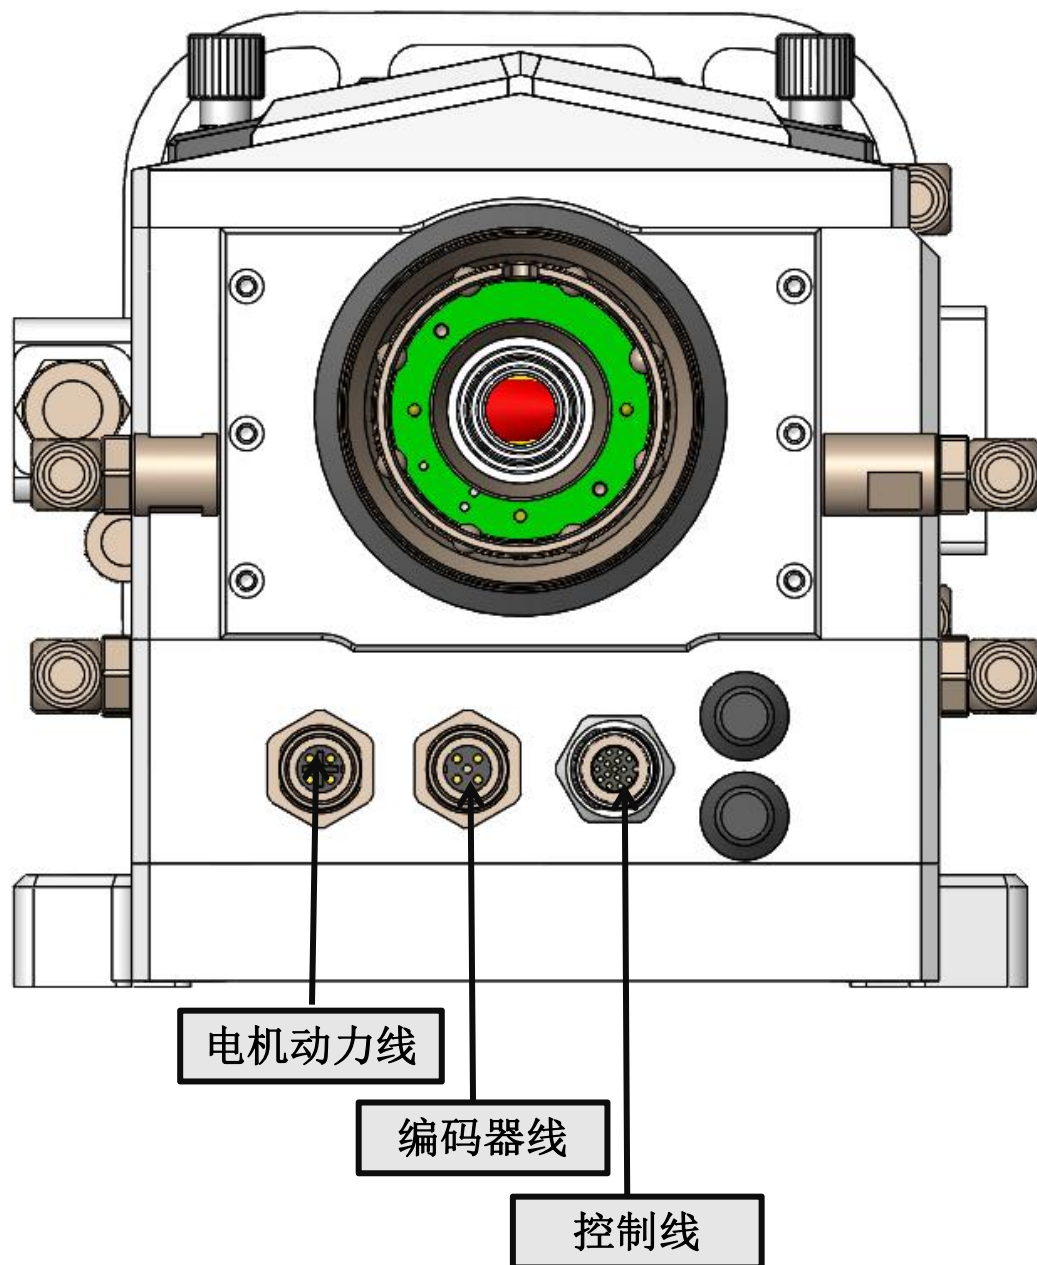

图1.5
- ① 插拔航空插头时断电操作，否则可能烧坏电机，在接动力线与信号线的时候需要注意缺口位置，避免插坏针脚，如下图1.5所示：